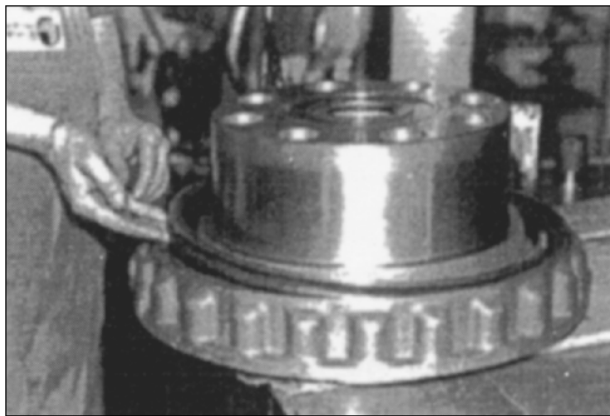

Рис. 91
29. Снимите прокладку. Рис. 91.